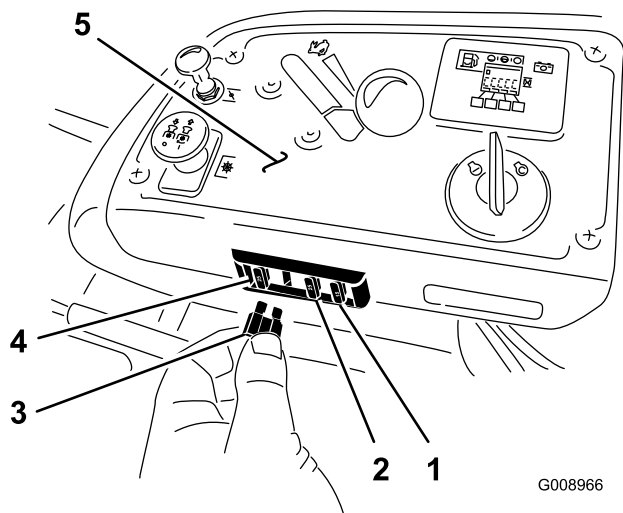

Figure 69
Les fusibles se trouvent sur la console, à droite du siège (Figure 69).
2. Remplacez le fusible (Figure 69).